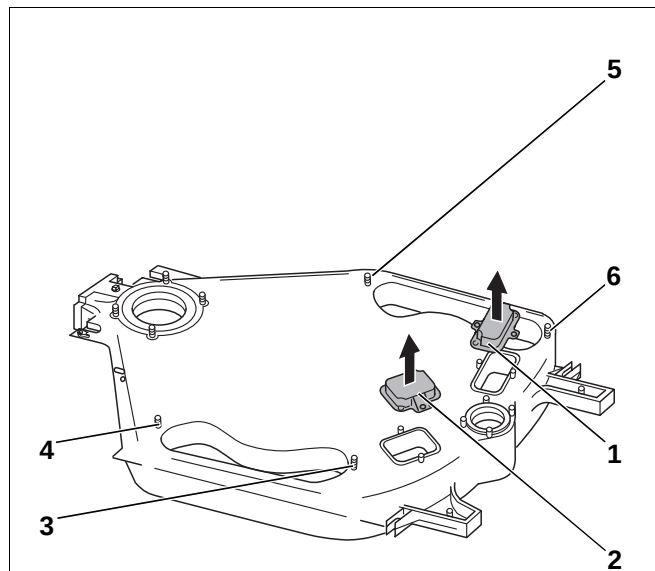

Abb. 1 Demontage der Reinigungsdeckel Logano GE515
- Befestigungsschrauben der Reinigungsdeckel lösen (Abb. 1, **Pos. 1 u. 2**).
- Muttern von den Stiftschrauben entfernen (Abb. 1, **Pos. 3 – 6**).